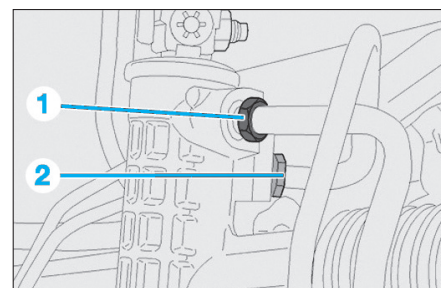

Fig. 13
- Désaccoupler les raccords (1) et (2) du boîtier de direction (Fig.13).